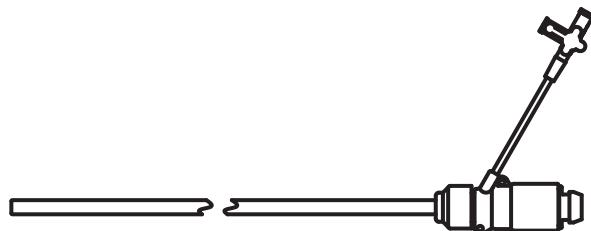

図3a エドワーズエクスパンダブルシース
4. エドワーズイントロデューサーシースセット（エクスパンダブル）（図3a、3b）
エドワーズエクスパンダブルシース（以下「エクスパンダブルシース」）：止血を維持しながら標的血管へのアクセスを可能にし、機器が通過しやすいように一時的にその直径を拡大します（図3a）。